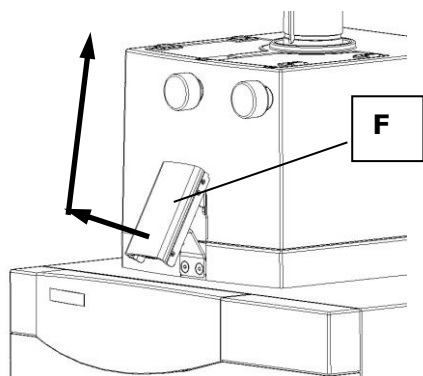

Fig. 1
- Saisir la poignée de fermeture **F** par le bas et tirer - fig. 1.
- Tirer le capot vers le haut par la poignée pour ouvrir - fig. 1.